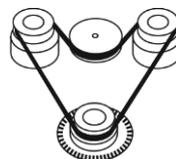

Fig. 7. Sostituzione della cinghia in gomma
- Sostituire la cinghia in gomma (fig. 7).